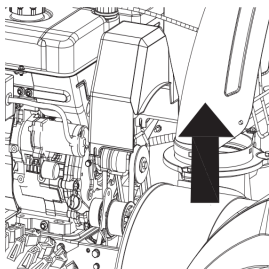

Рисунок 43
1. Снимите крышку ремня на передней части двигателя, открутив два болта. См. рисунок 43.